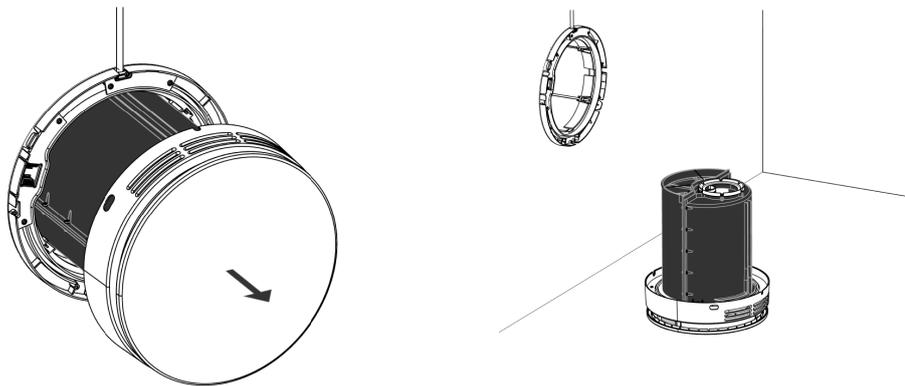

Figure 23 - Retirez la centrale et posez-la sur le couvercle intérieur.
4. Ôtez délicatement la centrale du mur et posez-la sur une surface plane, par exemple une table ou le sol, avec le couvercle intérieur vers le bas (voir Figure 23 ci-dessous).